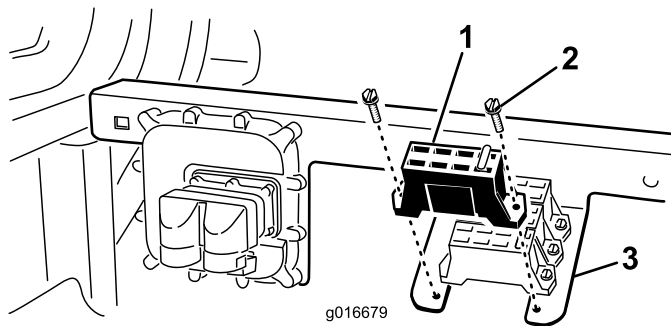

Figura 5
1. Sujete el bloque de fusibles al bastidor del asiento, debajo del asiento, con 2 tornillos de cabeza hexagonal con arandela prensada y 2 contratuercas, según se muestra en Figura 5.
2. Inserte el fusible de 10 amperios en el bloque de fusibles, en el lugar indicado en Figura 5.